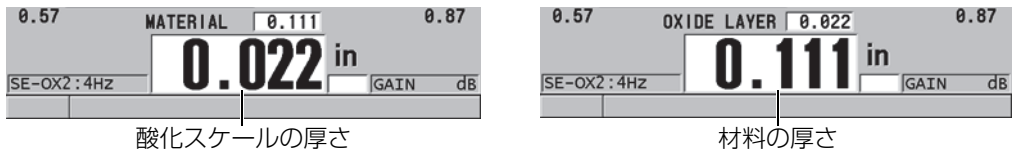

図 7-3 大きなフォントで表示される測定値の選択
- c) 大きなフォントで、より大きなフォントで表示する測定値を選択します (104 ページの図 7-3 参照)。